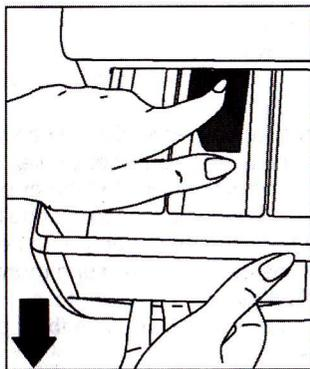

Fig 15
- Ouvrez le tiroir jusqu'à son extrémité et continuez à tirer en appuyant sur le couvercle du siphon puis retirez le tiroir (fig.15)